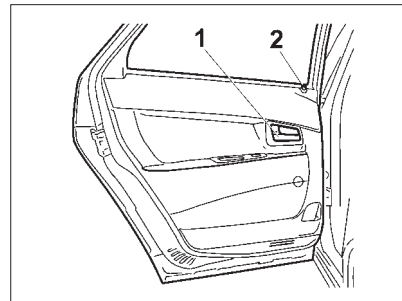

Рис. 12. Задняя левая дверь
**Задние двери** блокируются снаружи пультом дистанционного управления, изнутри салона нажатием на кнопку 2 (рис. 12, 13) в двери или на кнопку 8  в модуле двери водителя (рис. 10). Блокировка замков задних дверей возможна как при открытых, так и при закрытых дверях.